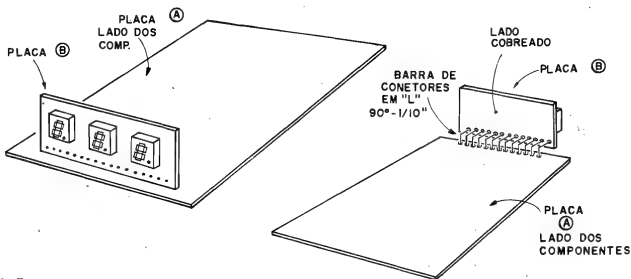

Fig. 7
- **FIG. 7 - INTERCONEXÃO DAS DUAS PLACAS** - A figura ilustra com clareza como as placas A e B são interligadas elétrica e mecanicamente... A barra de conectores em "L", originalmente "dobrados" a 90°, e dispostos numa alinha com afastamento de 1/10" entre segmentos, funciona com **prático interface**... Sua soldagem